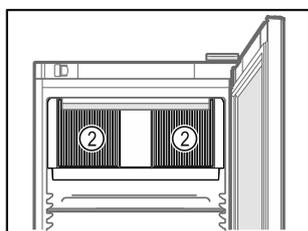

Fig. 49
- No obstruir la ranura de ventilación Fig. 49 (2) del ventilador de recirculación de aire del interior.